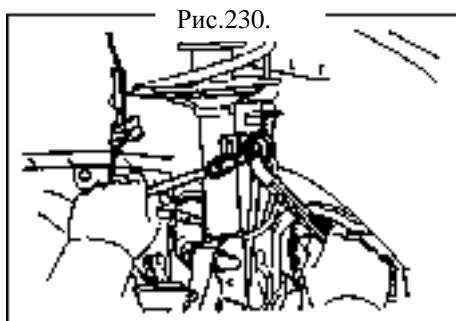

Рис.230.
- 9. Установите левое крепление стабилизатора [640000097](рис.230).**